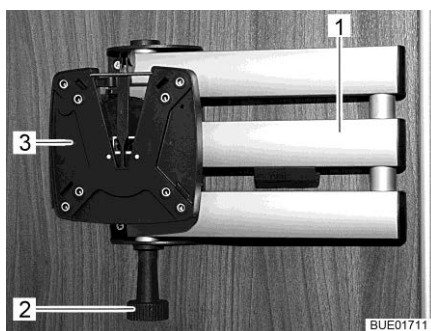

Fig. 89 Supporto con braccio snodato
- Tirare il bottone di sbloccaggio (Fig. 89,2). Il braccio snodato (Fig. 89,1) è sbloccato.
- Ruotare lo schermo piatto all'indietro nella sua posizione iniziale, finché il supporto (Fig. 89,3) si innesta nel bloccaggio producendo un suono.